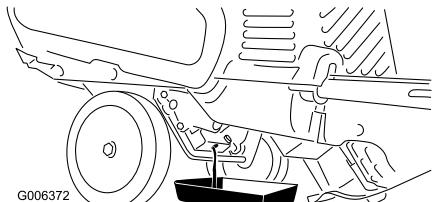

Bild 25
3. Stellen Sie eine Ölauffangwanne unter die Ölabblassschraube, nehmen Sie die Ölabblassschraube und kippen Sie die Schneefräse nach hinten; lassen Sie das Altöl in die Ölauffangwanne laufen (Bild 25).